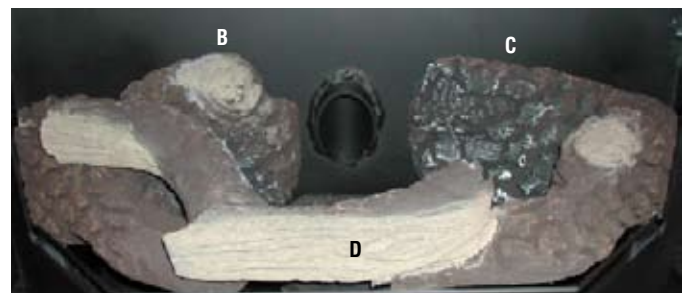

Figure 41
3. Retirer les bûches en céramique de l'emballage et retirer leur enveloppe avec précautions. Positionner correctement chaque bûche arrière (repères B et C, **Figure 41**), une bûche de chaque côté contre l'arrière du foyer.
4. Pour la bûche avant, les fibres de bois doivent être visibles et faire face à l'avant du foyer. Elle doit reposer sur les deux bûches arrière. Se reporter à la **Figure 41** pour une illustration de l'ensemble complet.